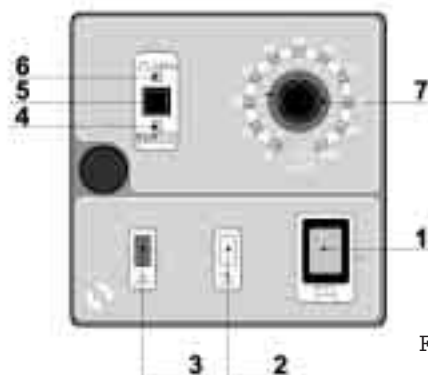

Fig. 14
7.3 - MANDOS (Fig. 14)
7.4 - DESCRIPCIÓN DE LOS MANDOS DE LA BOMBA (Fig.14)